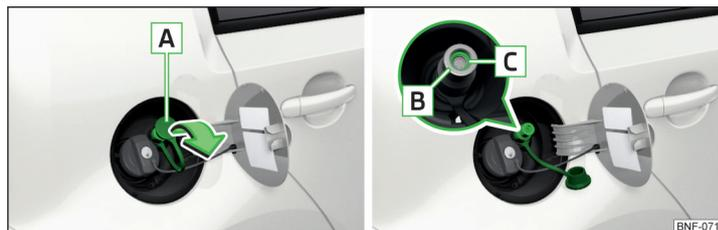

Fig. 104 Tubulure de remplissage de gaz naturel
- Retirez le capuchon **A** » fig. 104 dans le sens de la flèche de la tubulure de remplissage pour le gaz **B**.
- Contrôlez que la bague d'étanchéité **C** » fig. 104 est restée dans la tubulure de remplissage de gaz.